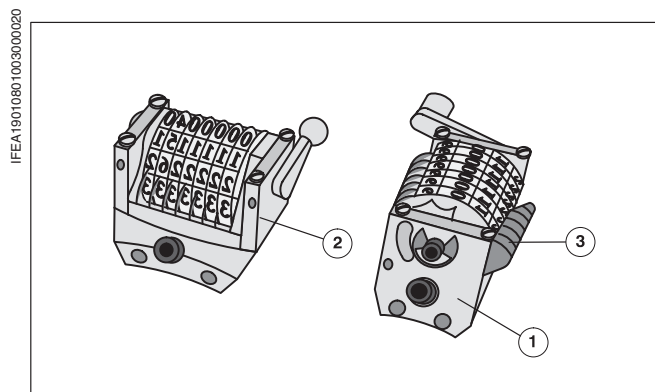

Рис. 4 Нумераторные головки
Продольные и поперечные нумераторные головки (Рис. 4/①) и (Рис. 4/②) с прямым и обратным счетчиком, различными шрифтами и размерами шрифтов вы можете заказать в своем представительстве фирмы Heidelberg.
На одном посадочном кольце можно установить 8 продольных нумераторных головок или 4 поперечные нумераторные головки. Печатаемые ряды цифр отмечены на Рис. 4 стрелкой. Цифровые колесики последовательно включаются передними захватами (Рис. 4/③).